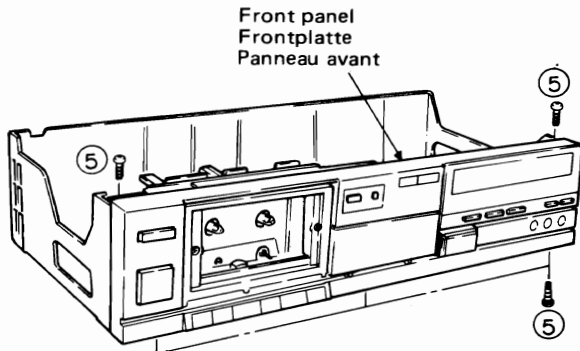

Fig. 3 Abb. 3
4. Front Panel (Fig. 3)
4. Frontplatte (Abb. 3)
4. Panneau avant (Fig. 3)